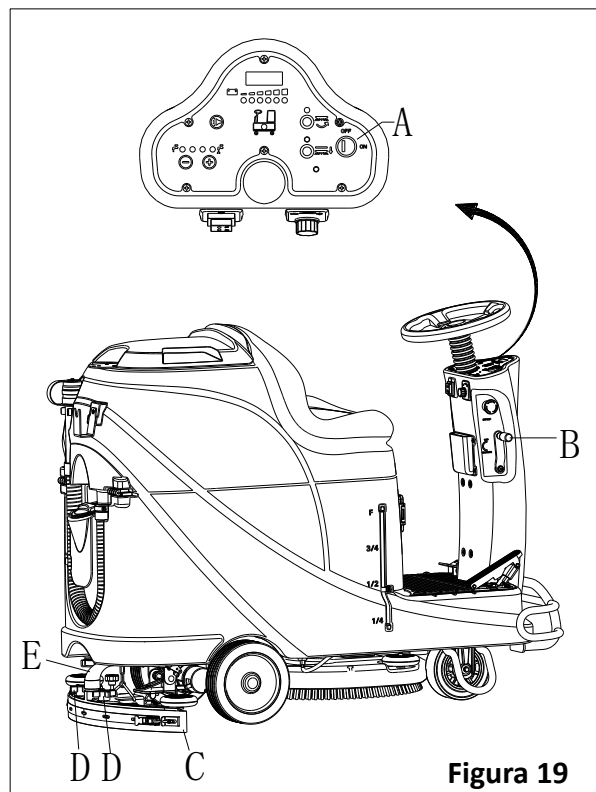
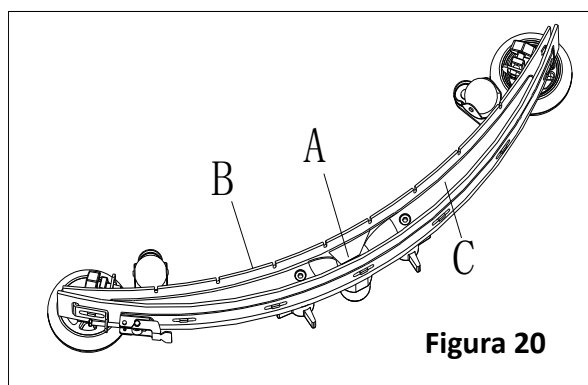

Figura 19
Figura 20
2. Puneți cheia (A, Figura 19) pe poziția "OFF".
3. Coborâți mopul (B) cu ajutorul pârgheii (C).
4. Slăbiți butoanele-șurub (D) și apoi scoateți racleta.
5. Deconectați furtunul de aspirație (E) de la mop.
6. Curățați partea metalică a racletei, mai ales secțiunile compartimentate (A, Figura 20) și fantele (B). Verificați integritatea piesei, lama din față (B) și lama din spate (C) să nu prezinte tăieturi sau rupturi. Dacă este necesar înlocuiți-le conform procedurilor din următorul paragraf.